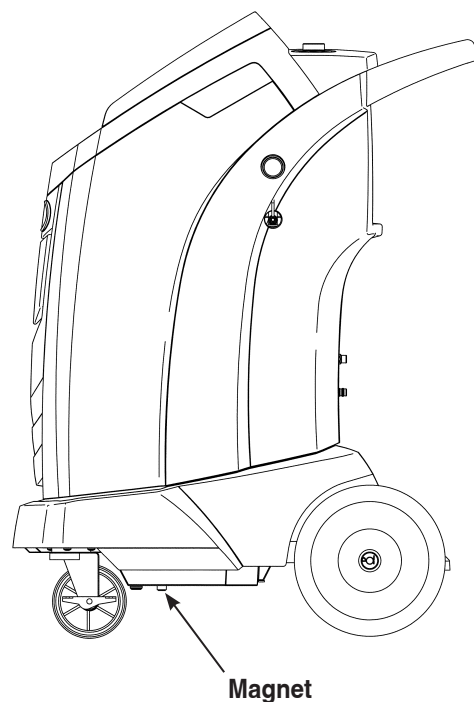

Abbildung 18
2. Prüfen, ob der Magnet auf der Unterseite des Gerätes sauber ist (siehe Abbildung 18).